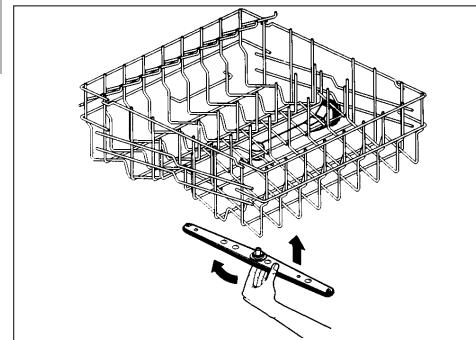

fig. 11
- Enlevez l'arrosoeur du haut en le tournant et en le tirant vers le bas (fig. 11).